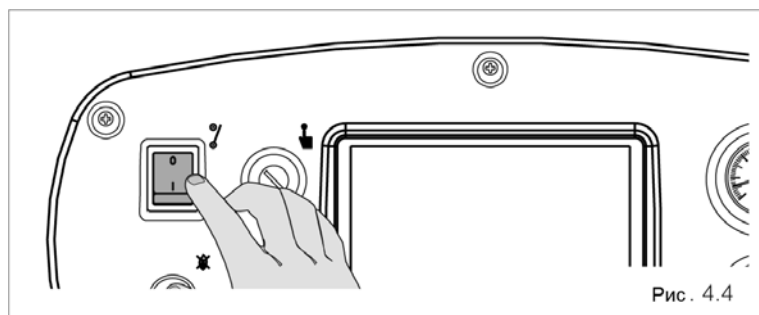

Рис. 4.4
- установите главный выключатель на панели управления в положение (I) «Включено» (рис. 4.4).